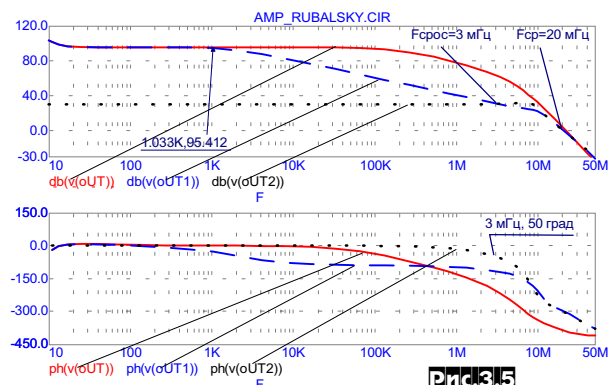

Рис.3.5
3. **Диаграмма Бode** УМЗЧ представлена на рис.3.5 для трех вариантов: